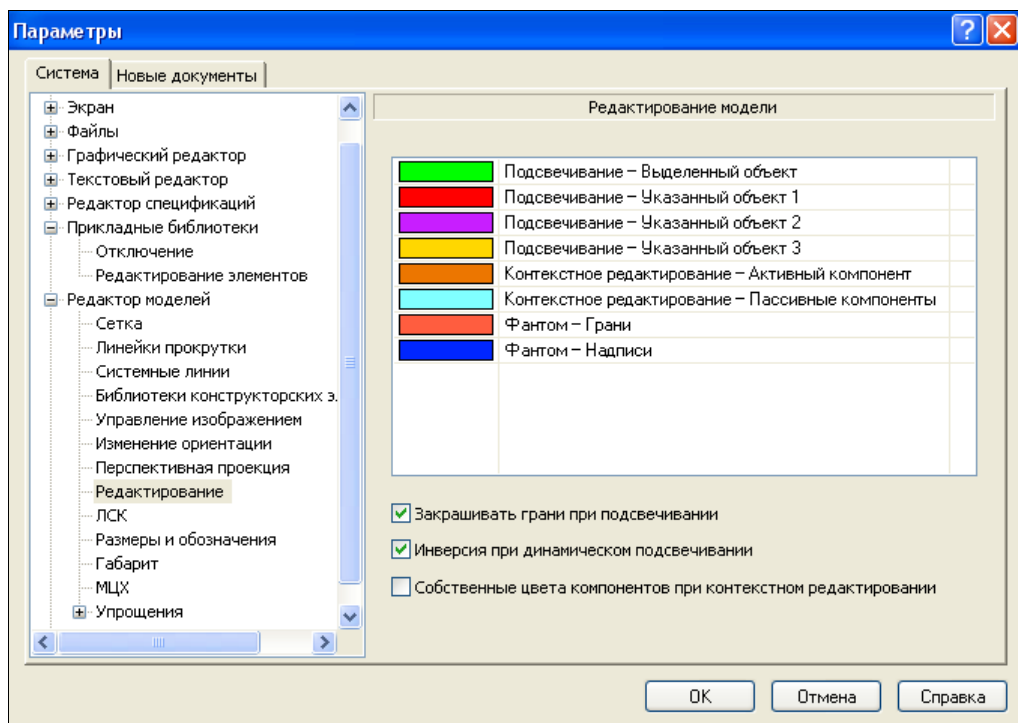

Рис. 27.3. Диалоговое окно **Параметры** с открытой панелью **Редактирование модели**
- ◆ щелкните ЛК мыши по пункту **Редактирование**. В правой части откроется панель **Редактирование модели** (рис. 27.3). Она позволяет настроить цвета объектов модели при их выделении и подсвечивании, а также цвета компонентов при их редактировании в контексте сборки. Для этого: